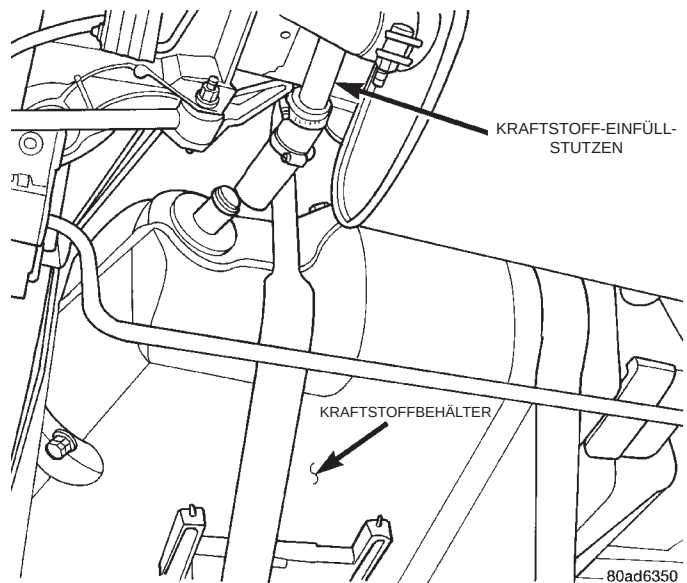

Abb. 27 Kraftstoff-Einfüllstutzen
- (8) Den Kraftstoff-Einfüllstutzen vom Kraftstoffbehälter lösen und abbauen (Abb. 27).